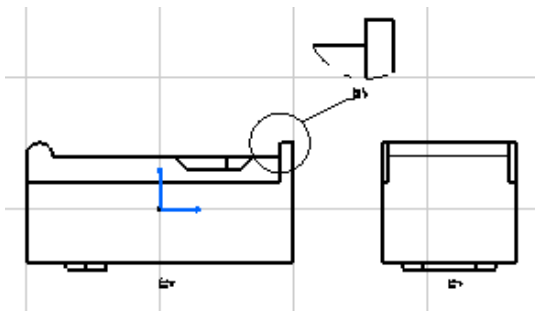

图 7-9
(1) 返回到步骤 7.2.3 后，点击 Detail View ，在视图选择适当位置（见图 7-9）。